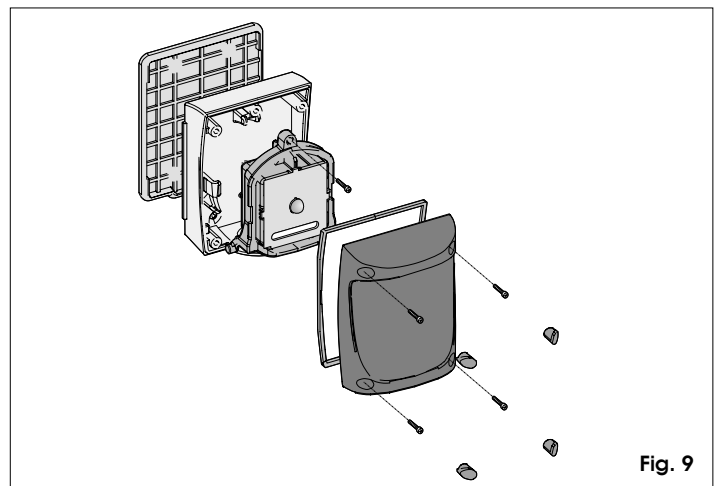

Fig. 9
- h) Assemblare la ORION mediante i particolari a corredo (fig.9).
- h) Assemble the ORION using the components supplied (fig.9).